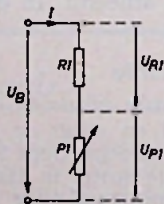

Fig. 3
3. Serieschakeling van weerstand en regelweerstand (fig. 3)
In de schakeling volgens fig. 3 neemt dus U_P toe indien P in waarde toeneemt.